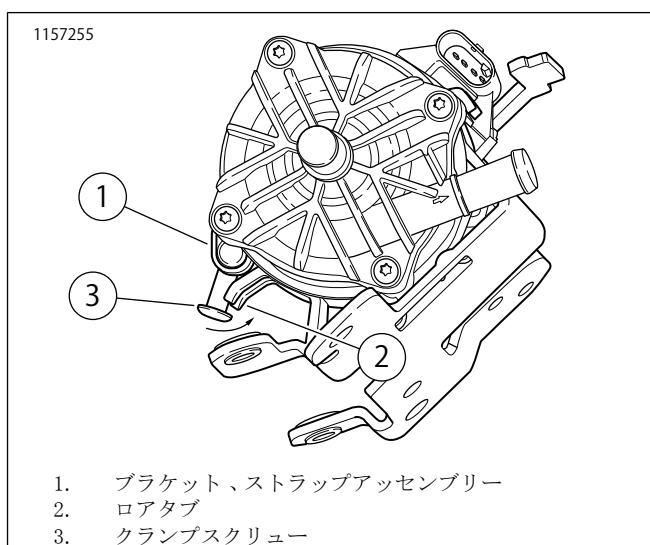

図5。ボトムブラケットストラップ
7. 図5を参照してください。ストラップアッセンブリブラケット(1)をアイソレーターバンドにしっかりと装着します。ロータブ(2)の後ろのクランプスクリュー(3)を回転させます。締め付ける。